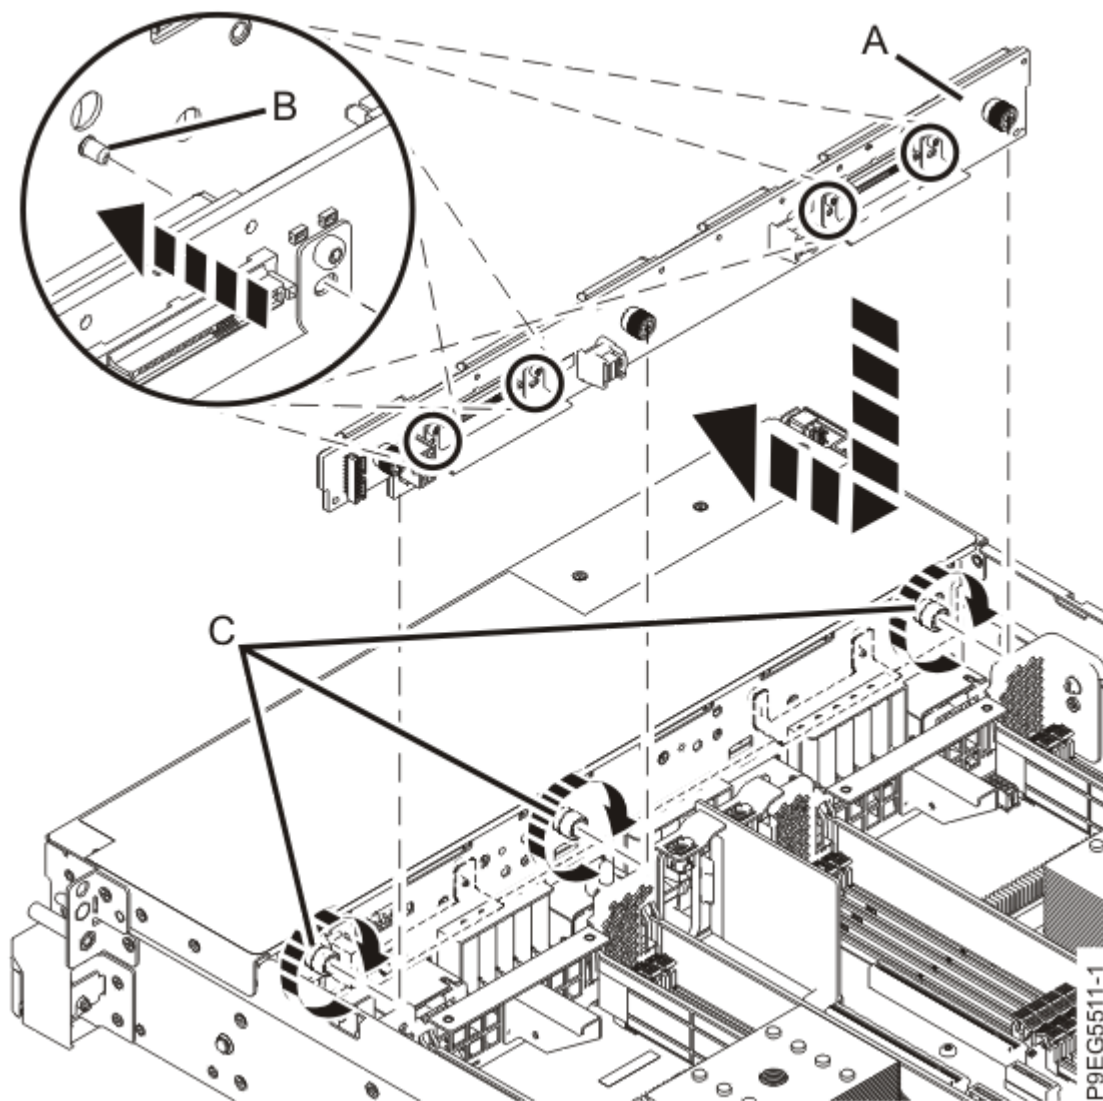

Abbildung 14. Plattenlaufwerksrückwandplatine wiedereinbauen
2. Am Chassis befinden sich vier Ausrichtungsstifte (**B**), mit denen die Plattenlaufwerksrückwandplatte (**A**) befestigt werden kann. Setzen Sie die Plattenlaufwerksrückwandplatte ein und stellen Sie dabei sicher, dass die Ausrichtungsstifte an den Bohrungen in der Plattenlaufwerksrückwandplatte ausgerichtet sind (siehe Abbildung 14 auf Seite 16).
3. Ziehen Sie die drei Rändelschrauben **(C)** vorsichtig an, um die Plattenlaufwerksrückwandplatine am Systemchassis zu befestigen (siehe Abbildung 14 auf Seite 16).